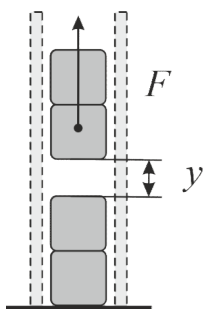

Рис. 1: Измеряемые величины.
4. В максимально широком диапазоне измерьте зависимость силы F отталкивания между магнитами от расстояния y между их ближними торцами (Рис. 1).
Далее, развернём магниты так, чтобы они отталкивались и поместим их в трубку, как указано в условии задачи (Рис. 1). Поднесем к трубке иголку. Она будет притягиваться к магниту. Иголлка будет притягиваться с наибольшей силой в тот момент, когда она будет находится рядом с торцом магнита. Измерим таким способом положение верхнего торца магнита относительно верхнего конца трубки $l_1 = 1.70 \pm 0.05$ см. И найдем расстояние между ближними гранями магнитов: